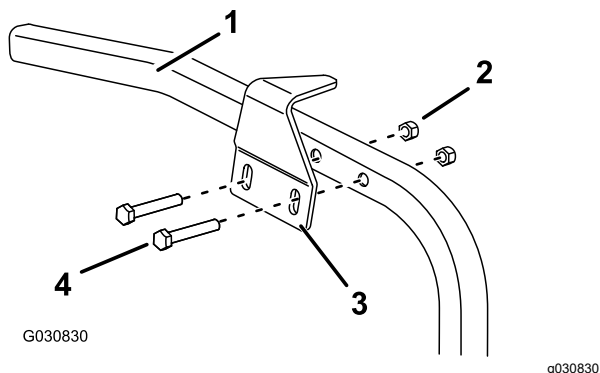

Figura 2
13. Instale o suporte do trinco no membro do lado esquerdo da estrutura, diretamente por baixo do conjunto do trinco, nos furos existentes como se mostra na Figura 2.
14. Instale o suporte do trinco no membro da estrutura com dois parafusos (5/16 x 2 pol.) e duas porcas de bloqueio (5/16 pol.) como se mostra na Figura 2.